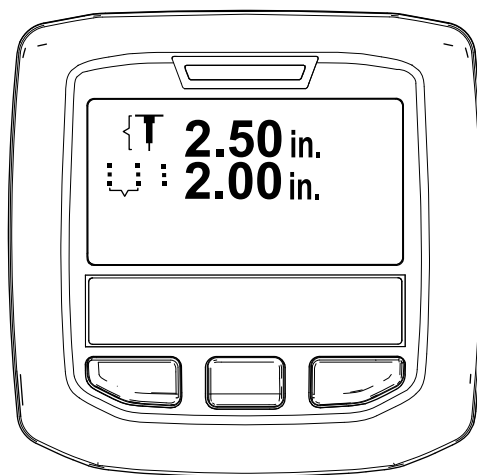

**Figura 87**
3. Pulse el lado derecho del interruptor de transporte/aireación hasta la posición de AIREACIÓN (**Figura 87**).
5. Agarre el manillar izquierdo o derecho y la barra de presencia del operador (**Figura 87**) y apriete la barra hacia el manillar.